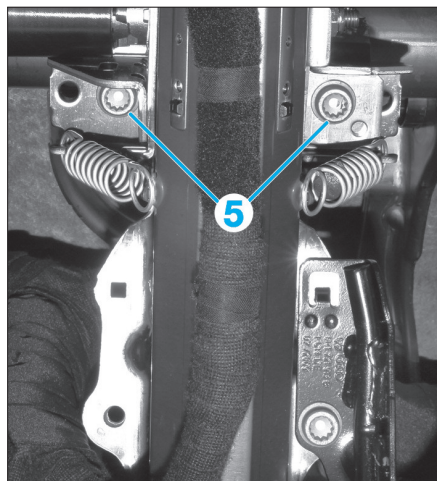

FIG. 10
- Déposer les vis (5) (Fig.10).